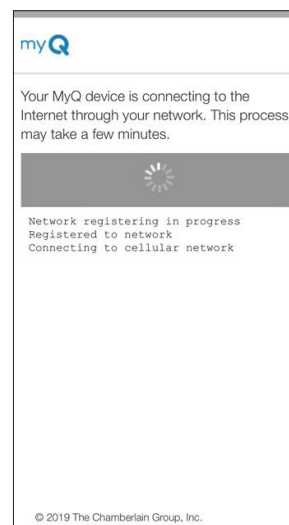

Figure 4
5. Depuis myQ® Business™, vérifiez que le service cellulaire a été activé pour le dispositif CAPAC. (Voir Figure 4)